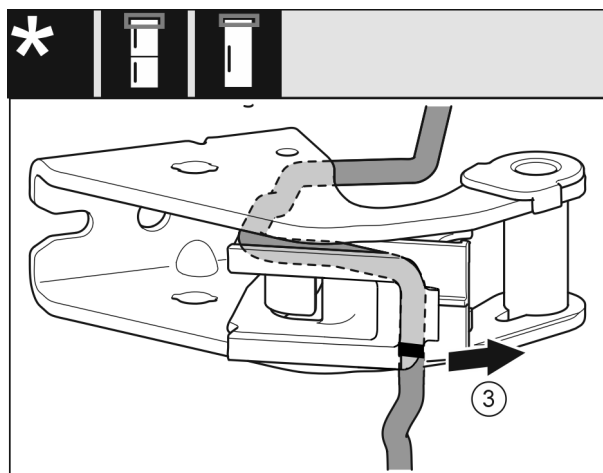

Fig. 15
- ▶ Afmonter kablet med kabelholderen fra hængselkonsollen. Fig. 15 (3)